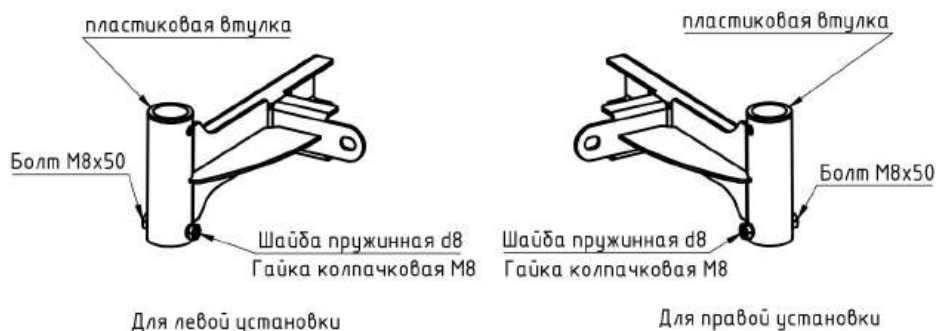

Рисунок 6 – Сборка кронштейна рамы для подтягивания
- Установить в кронштейн рамы для подтягивания болт М8х50, зафиксировать его с помощью пружинной шайбы d8 и колпачковой гайки М8. Установить пластиковую втулку. Место установки втулки определяется исходя из выбранной стороны крепления кронштейна к кровати (см. рис. 6).